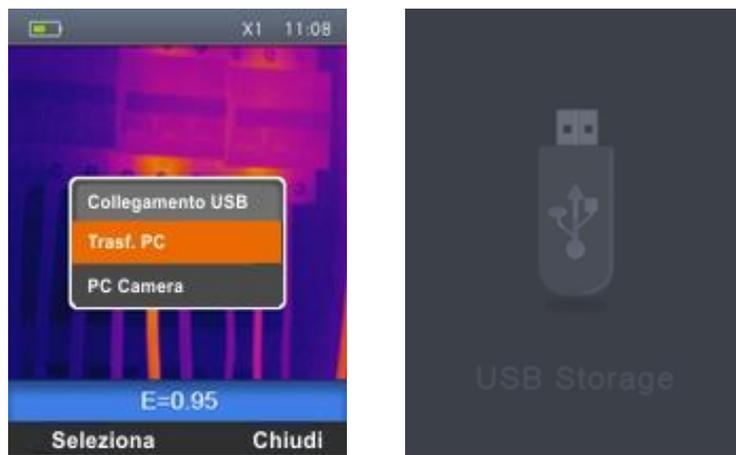

Fig. 38: Trasferimento immagini/video a PC
2. Collegare il cavo USB allo strumento (vedere Fig.3 – Parte 16) e al PC. La seguente videata (vedere Fig. 38 – Parte sinistra) è presente a display:
4. Usare i tasti  $\oplus$  o  $\ominus$  per selezionare l'opzione "Trasf. PC" e premere il tasto "Seleziona". La videata di vedere Fig. 38 – Parte destra è mostrata a display